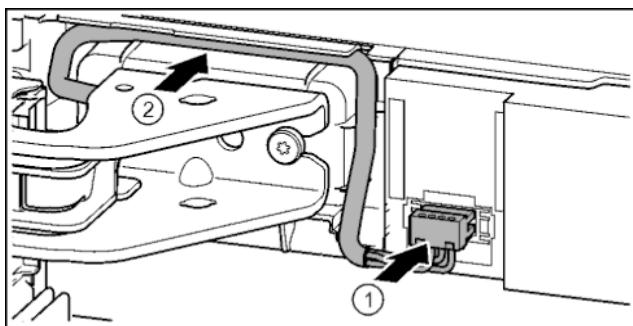

Fig. 40
- Зафиксировать штекер над верхним опорным кронштейном и осторожно уложить жилы кабеля в канал. Fig. 40 (1)
- Осторожно проложить серый кабель в направляющей над верхним опорным кронштейном. Fig. 40 (2)